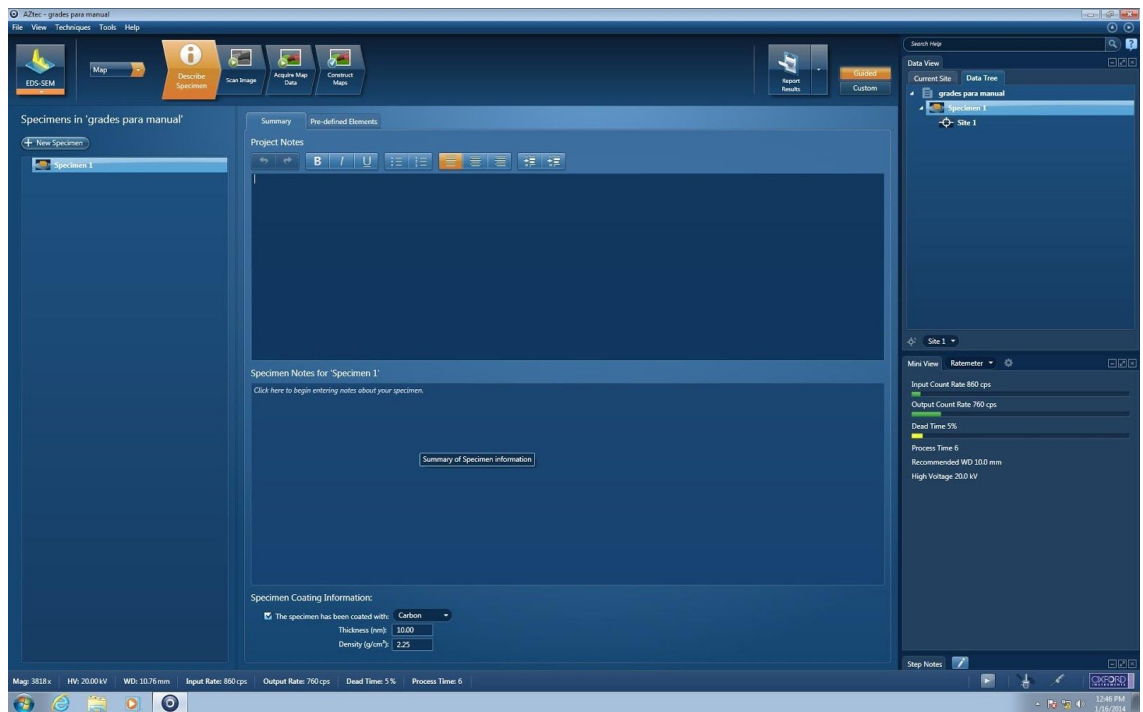

Figura 8. Interface do programa Aztec pronto para início das análises.
- Figura 8. Interface do programa Aztec pronto para início das análises.